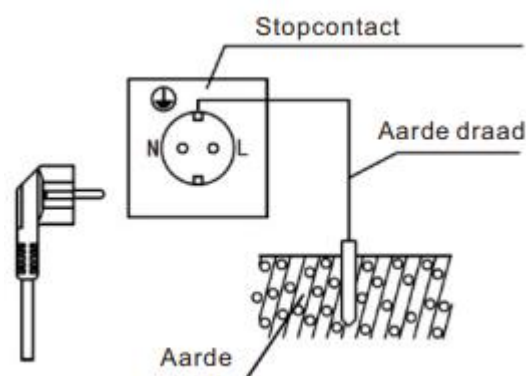

Figure 5
- 9) Nadat u heeft bevestigd dat de nominale waarden van elektriciteitsmeters, draden, schakelcontactdozen en zekeringen in het voedingssysteem voldoen aan de vereisten voor energieverbruik van dit product, sluit u op een geschikte plaats een apart stopcontact aan om stroom te leveren aan de elektrische boiler (Fig. 5). De installatiehoogte van het stopcontact vanaf de grond mag niet minder zijn dan 1,8 m.